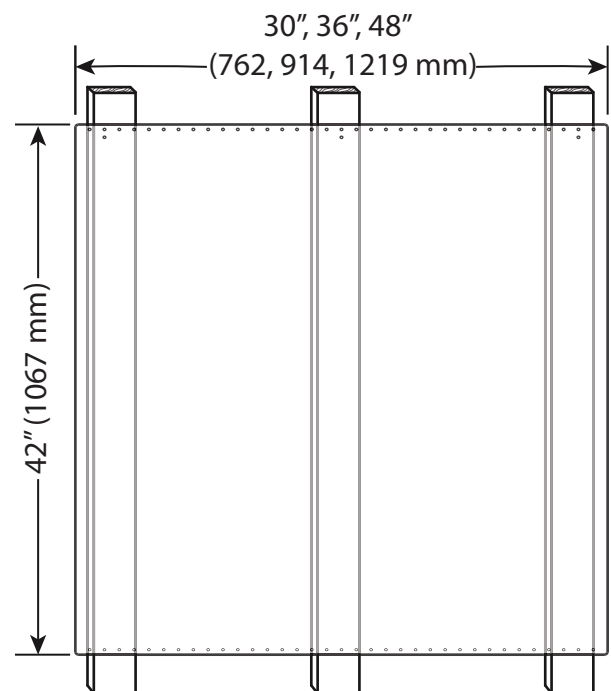

Figure 11 : Installation du dossieret de protection
- Utilisez deux vis fournies pour fixer le haut et le bas du dossieret de protection dans chaque montant de cloison (voir *Figure 11*).